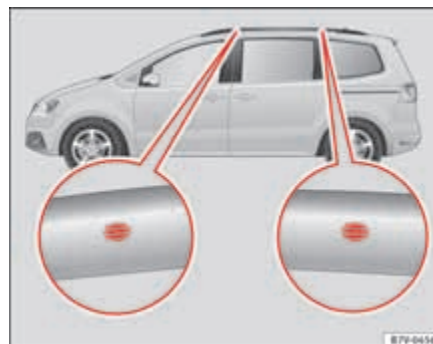

Fig. 101 Puntos de fijación de los soportes básicos y del portaequipajes del techo.
Los orificios de posicionamiento se encuentran en el lado interior de la baranda ⇒ página 148, fig. 101.
- El soporte básico debe fijarse únicamente en los puntos indicados en la ilustración ⇒ página 148, fig. 101.